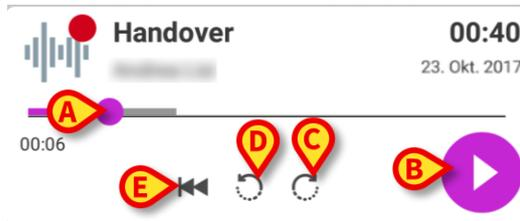
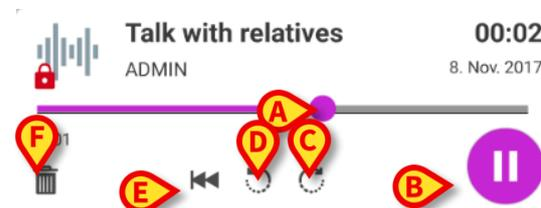
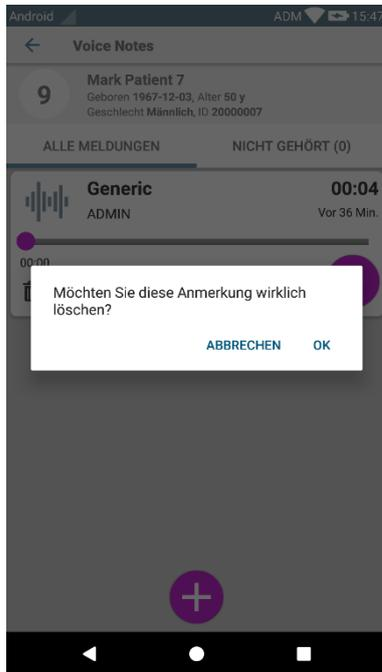

Abb. 112 - nicht gehörte sprachnachricht
Abb. 113 - private nachricht, löschar durch den autor
Abb. 114
Das Viereck wird größer um die Steuerschaltflächen des Audio-Players (Abb. 112 und Abb. 113) anzuzeigen.
- Suchleiste (Abb. 112 und Abb. 113 **A**): berühren Sie das Vorschausymbol und ziehen Sie es nach links oder rechts, um den aktuellen Vorgangsstand einzustellen;
- Wiedergabe der Nachricht (Abb. 112 und Abb. 113 **B**);
- 10 Sekunden nach vorn überspringen (Abb. 112 und Abb. 113 **C**);
- 10 Sekunden nach hinten überspringen (Abb. 112 und Abb. 113 **D**);
- Zurück zum Anfang schalten (Abb. 112 und Abb. 113 **E**);
- Löschen der Nachricht (optional angezeigt - Abb. 113 **F**).
- ❖ Ein Bestätigungssymbol ✓ (an der gleichen Stelle des Symbols Abb. 113 **F**) ermöglicht es bei Vorhandensein, die Nachricht als "gehört" zu markieren. Berühren Sie das Symbol, um die Nachricht als "gehört" zu markieren;
Sprach-Nachrichten werden nach Ablauf ihrer Bestandsfrist automatisch gelöscht. Gelöschte Nachrichten können nicht wieder hergestellt werden. Nur der Autor kann seine/ihre Nachrichten vor der Ablaufzeit durch Anklicken des Symbols  löschen, das sich in der erweiterten Anzeige der Nachricht befindet (siehe Abb. 113). Dieser Vorgang erfordert eine Bestätigung (Abb. 114):